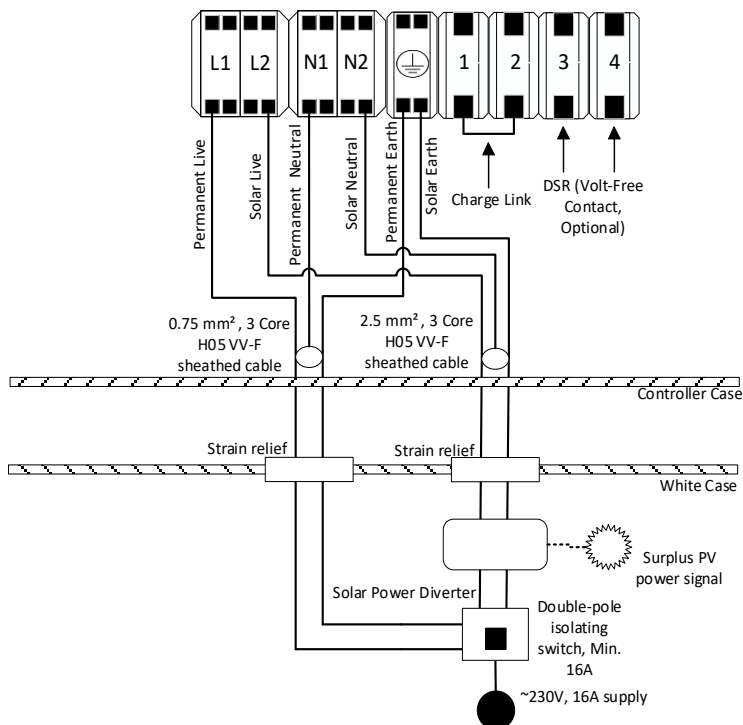

Abbildung 11 – Verkabelung der Thermino ePlus Wärmebatterie mit Solarenergie-Umschaltung
- Mit Solarenergie-Umschaltung folgen Sie Abschnitt 6.4.2, Abbildung 11
Stellen Sie sicher, dass Leitungen 1 und 2 entfernt sind (siehe Abbildung 11) und dass der Ausgang des Leistungsreglers modulierender Wechselstrom ist. Modulierende Gleichstrom-Umschaltregler sind NICHT kompatibel mit dem Produkt und bei deren Verwendung besteht Brandgefahr.